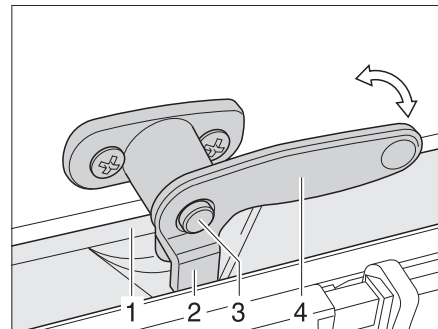

Fig. 70 Palanca de bloqueo con botón de seguridad en posición "cerrado"
- Caso disponible, presionar y mantener presionado el botón de seguridad (Fig. 70,3).